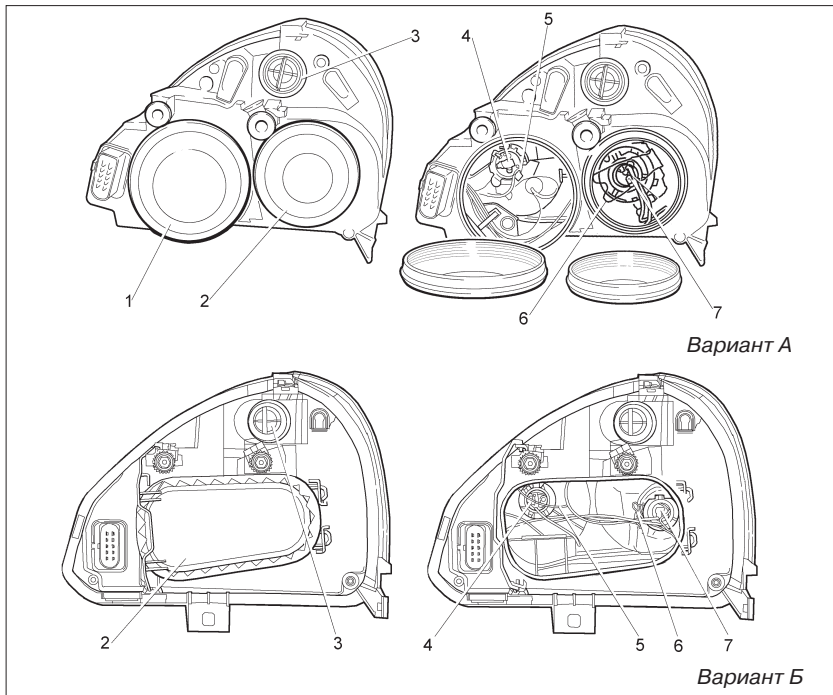

Рис. 57. Блок-фара
- снимите крышку 1 для варианта А или крышку 2 для варианта Б (рис. 57);
- снимите крышку 2 для обоих вариантов (рис. 57);